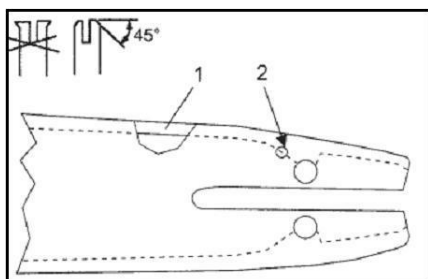

Fig. 26
- 1 - Pulire i solchi della guida catena (ved. 1 Fig 26) e l'orifizio di lubrificazione (ved. 2 Fig. 26).